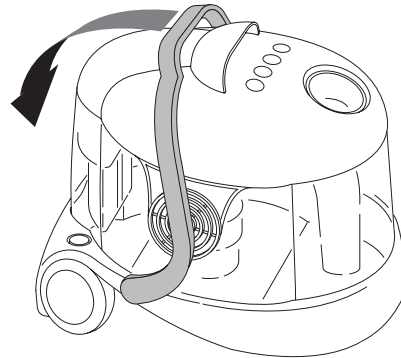

fig. 1
- Baje completamente la manilla que bloquea la tapa T (fig. 1).